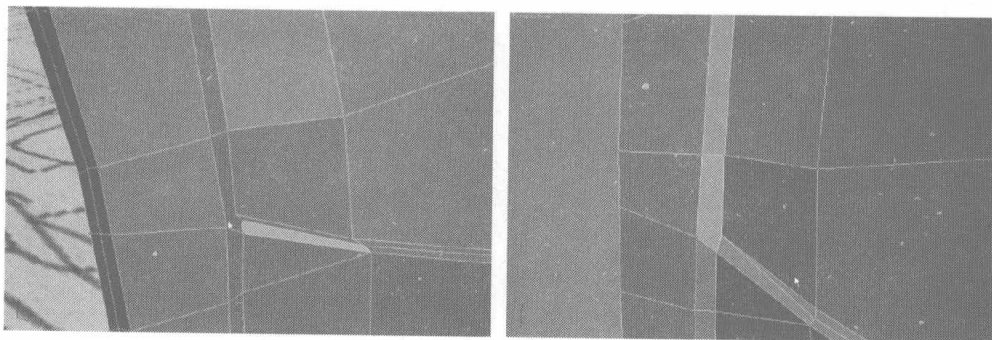
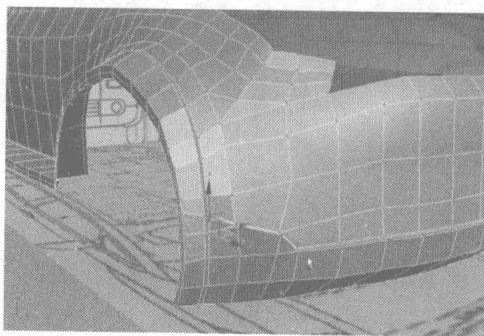

图 7.81
图 7.82
- 38** 单击 Target Weld 按钮，焊接图 7.81 中的节点。然后调整节点的位置到如图 7.82 所示的位置。